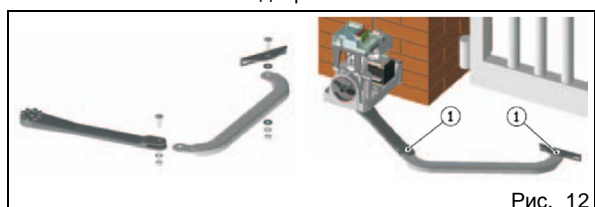

Рис. 12
7) Остальные детали рычажного механизма собрать по схеме (рис. 12).
Для обеспечения нормальной работы механизма два винта (рис. 12, поз. 1) следует затянуть до упора, а затем ослабить на пол-оборота, чтобы обеспечить необходимую степень свободы рычагам.